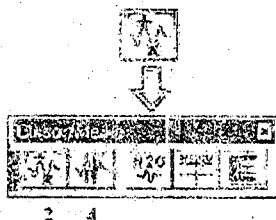

Figura 1: Barra de herramientas Cursor/Marker.
1. Haga clic en el botón Cursor/Marker (Cursor/ Marcador) (Figura 1).